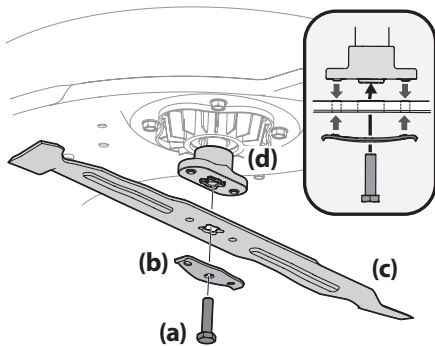

Figura 22
3. Quite el perno (a) y el soporte de campana de la cuchilla (b) que sostienen la cuchilla (c) y el adaptador (d) al motor de la plataforma. Consulte la Figura 22.
4. Extraiga la cuchilla (c) y el adaptador (d) del husillo del motor de la plataforma. Consulte la Figura 22.